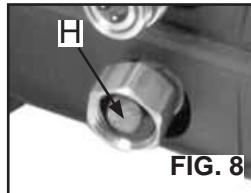

FIG. 8
5. **Assurez-vous que l'écran filtrant (H) est dans l'orifice d'entrée d'eau de la pompe.** (Fig. 8)